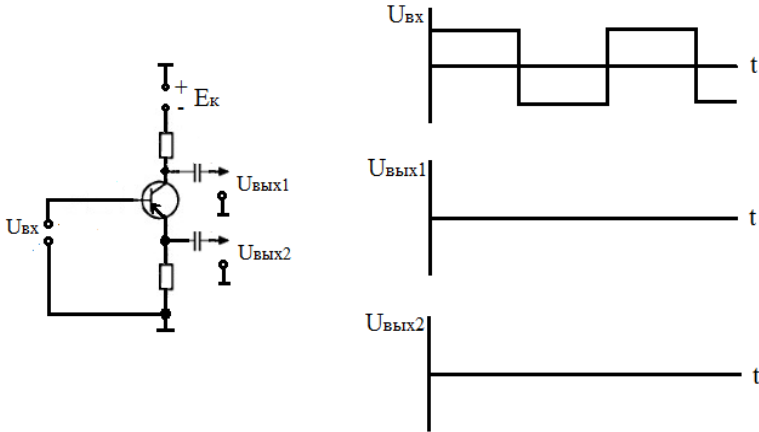

Рис. 2.12
12. Нарисовать эюры $U_{\text{вых1}}$ и $U_{\text{вых2}}$ для схемы на рис. 2.12.